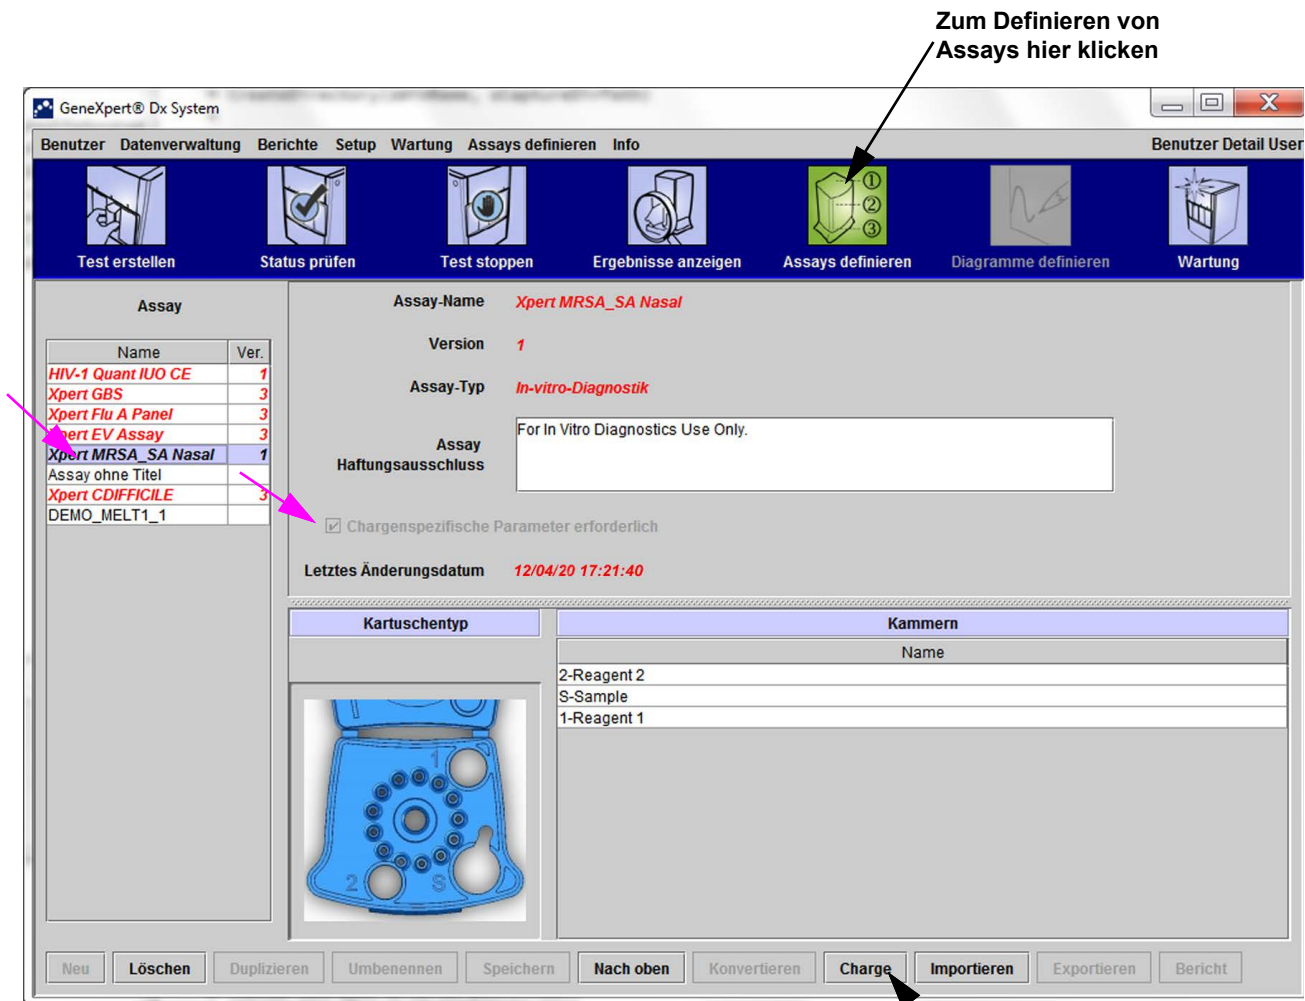
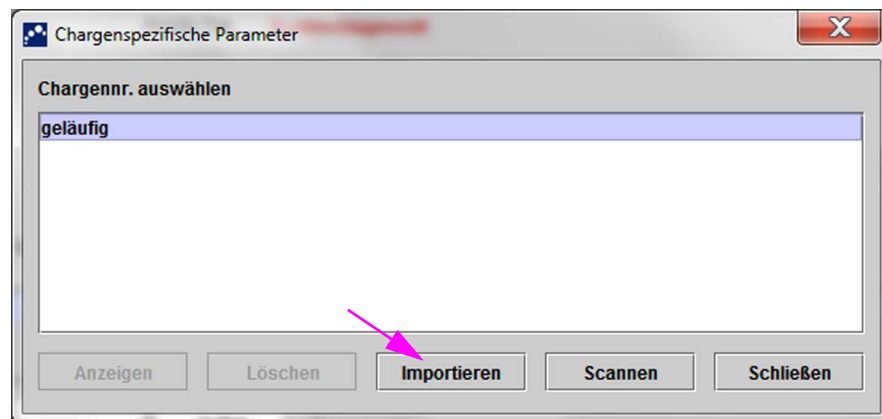

Abbildung 2-94. Fenster „Assays definieren“ mit markiertem Kästchen „Chargenspezifische Parameter erforderlich“
Abbildung 2-95. Dialogfeld „Chargenspezifische Parameter“
1. Wählen Sie im Fenster „Assays definieren“ (vgl. Abbildung 2-94) den Namen des Assays aus der Liste **Assay** (linke Fensterseite) aus.
2. Klicken Sie auf **Charge**. Daraufhin wird das Dialogfeld „Chargenspezifische Parameter“ angezeigt. Siehe Abbildung 2-95.
Abbildung 2-95 zeigt die gemeinsame Chargennummer vor dem Import bestimmter Chargen. Wenn bereits Assays und/oder chargenspezifische Parameter in das System importiert wurden, werden die Chargennummern angezeigt.
1. Klicken Sie im Fenster **Assays definieren** (vgl. Abbildung 2-94) auf **Charge**. Daraufhin wird das Dialogfeld „Chargenspezifische Parameter“ angezeigt. Siehe Abbildung 2-95.